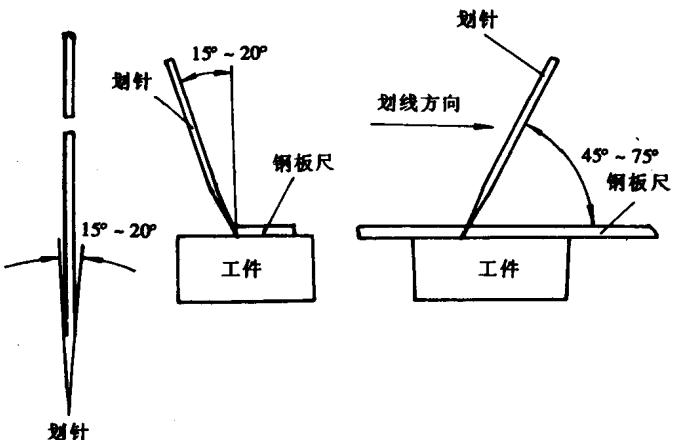

图 1-7 划针使用方法
(1) 划线平板
(2) 钢直尺 是一种简单的尺寸量具。
(3) 划针 用于在工件上划线条,由弹簧钢丝或高速钢制成的,直径一般为 $\phi(3 \sim 5)$ mm, 尖角为 $15^\circ \sim 20^\circ$ 。划针使用方法如图 1-7 所示。
(4) 高度尺 是一种精密划线工具,其刻线每格为 0.02 mm。刻线原理同游标卡尺相同。
(5) 划规 用来划圆和圆弧、等分线段、等分角度以及量取尺寸等。
(6) 样冲 用于在线条上冲点,做加强界限标志和划圆弧或钻孔定中心。